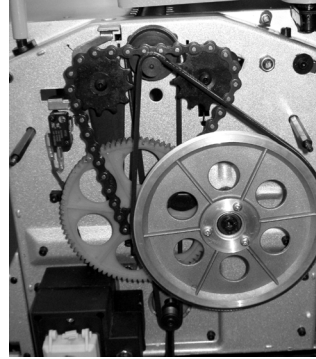

Рис. 14
14. ТЕХНИЧЕСКОЕ ОБСЛУЖИВАНИЕ (РИС. 14, 15)
14.4. Заменяйте угольные щетки, когда они изношены до 4,8 мм их длины, Рис.14. Щетки необходимо менять парами. Для безопасной и надежной работы станка помните, что ремонт, обслуживание и регулировка станка должны проводиться в сервисных центрах с использованием только оригинальных запасных частей и расходных материалов.